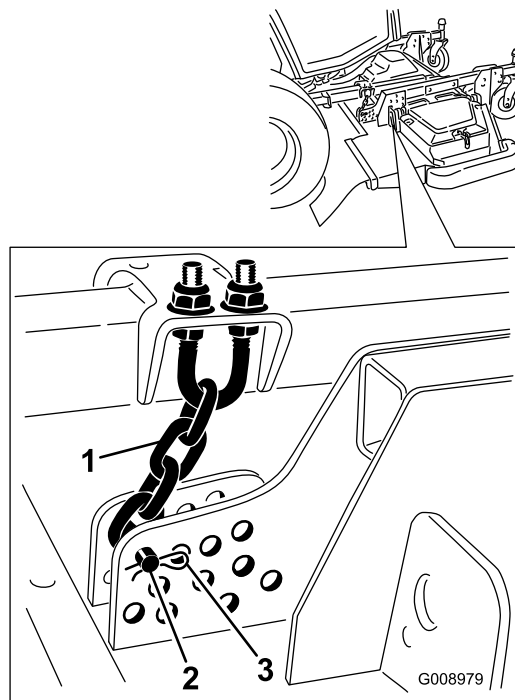

Figure 136
4. Enlevez la goupille fendue et l'axe de chape qui fixent les chaînes de hauteur de coupe à l'arrière de l'unité de coupe (Figure 136).